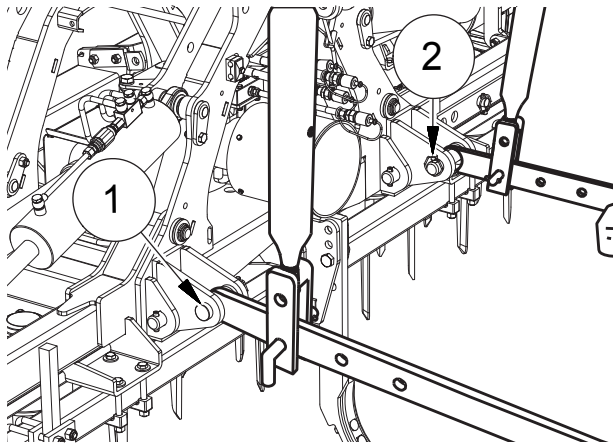

FIG. 26
- Die Hebeschienen den unteren Anschlüssen nähern ("Fig. 26"). Die Anbau-Pins einsetzen (1). Die Pins mit den ausgestatteten Auslöse-Splinten sperren.